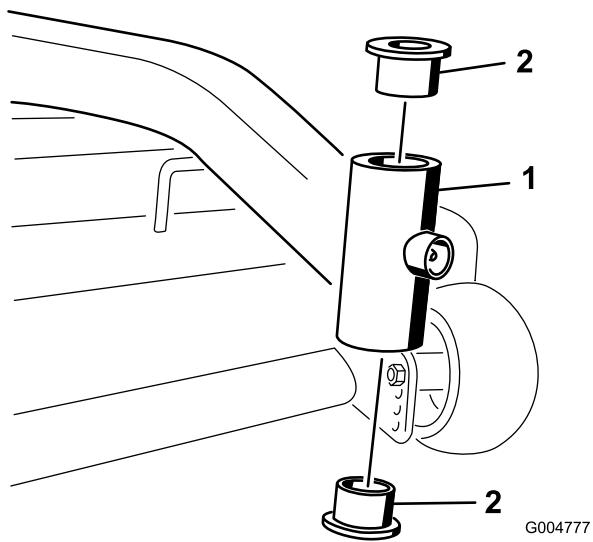

Figura 44
4. Introduzca un punzón botador en el tubo de montaje y con sumo cuidado retire los casquillos (Figura 44). Limpie el interior del tubo de montaje.